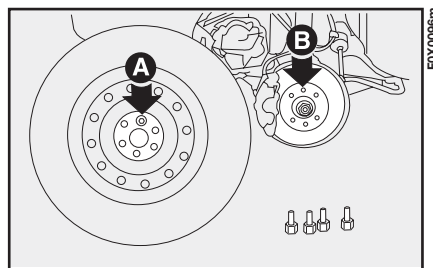

fig. 115
- 8) Assicurarsi che la ruota di scorta sia, sulle superfici di appoggio, pulita e priva di impurità che potrebbero, successivamente, causare l'allentamento dei bulloni di fissaggio. Montare la ruota di scorta, facendo coincidere i fori A-fig. 115 con i relativi perni B.